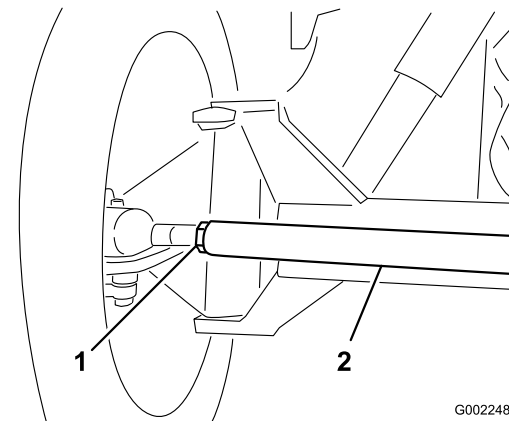

Figura 90
3. Si la distancia no está en el intervalo especificado, afloje las contratuercas en ambos extremos de la biela (Figura 90).